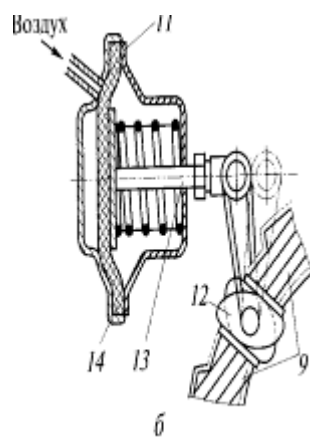

Рис.17.1 Схема тормозного механизма с приводом:
3. Работа тормозного механизма происходит следующим образом (рис.17.1)